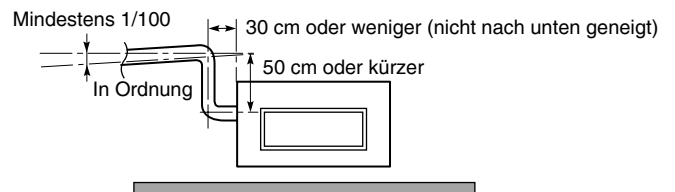

Abb. 3-84
- Wenn es erforderlich sein sollte, die Höhe des Ablaufrohrs zu vergrößern, kann der Bereich unmittelbar nach der Anschlussstelle um maximal 50 cm angehoben werden. Der Anschluss darf nicht um mehr als 50 cm höher gestellt werden, da hierdurch Undichtigkeiten entstehen können. (Abb. 3-84)